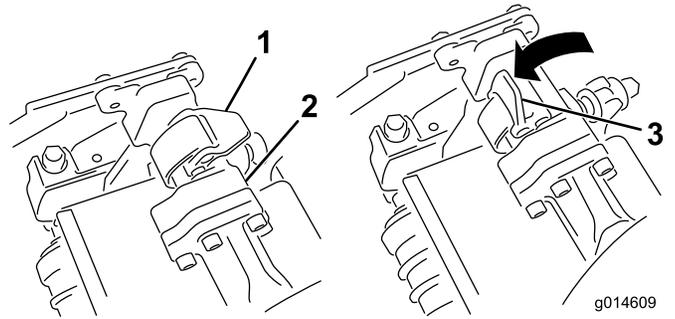
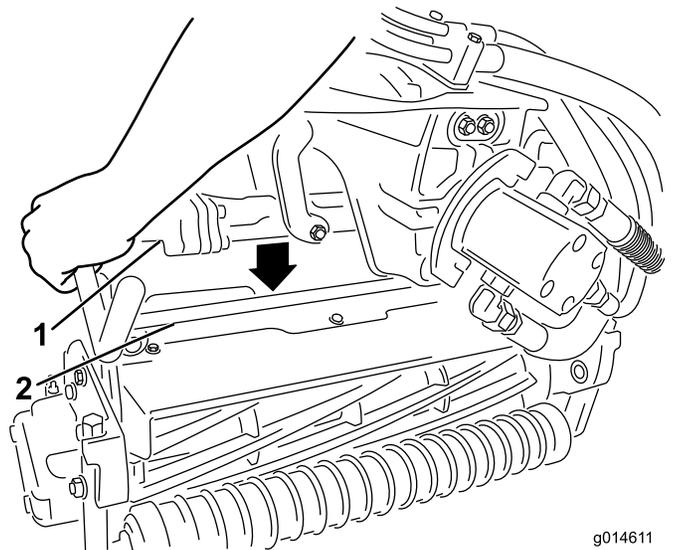

図 33
図 34
3. サスペンションアームのバーについているラッチを上向き開いた状態にして(図 33、サスペンションアームを押し下げて、バーを、カッティングユニットのバーの上に被せるようにする 図 34。
4. ラッチを下げて閉じるとカッティングユニットのバーがロックされてユニットがアームにセットされる 図 33。
4. 取り外したいカッティングユニットのサスペンションアームのバーについているラッチを開く(図 33)。